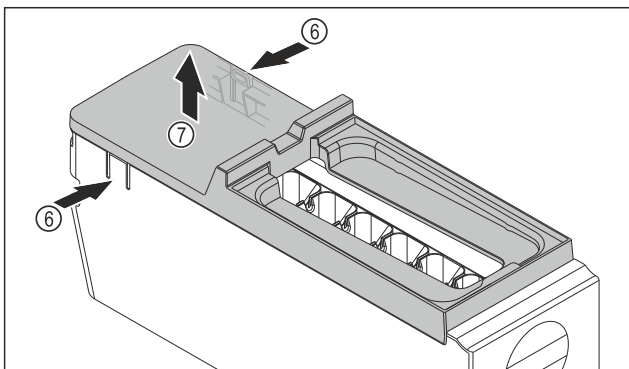

Fig. 131
- ▶ Scoateți apărătoarea corpului EasyTwist-Ice: Apăsați eclisele Fig. 131 (6) de pe ambele părți ale corpului EasyTwist-Ice cu o mână.
- ▶ Scoateți apărătoarea Fig. 131 (7) cu cealaltă mână în sus.